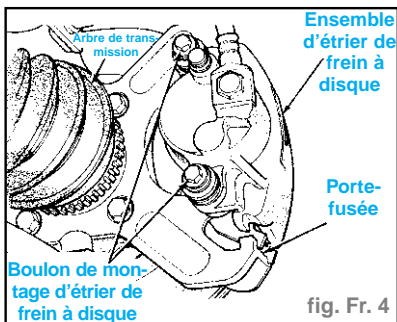

fig. Fr. 4
- Déposer les deux boulons de guidage entre l'étrier et la porte-fusée (fig. Fr. 4).
- Poser les boulons de guidage d'étrier et les serrer au couple de **2,2 daN.m** (fig. Fr. 4). **Une prudence extrême est requise afin de ne pas endommager le filetage des boulons de guidage d'étrier.**